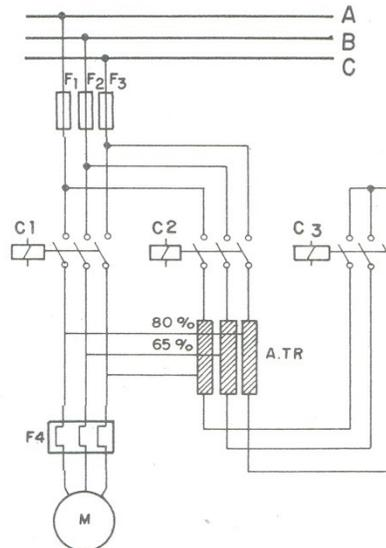

Figura 2 – Chave de partida B
- II. A figura 2 representa o circuito de principal (de potência) de uma chave compensadora.
- III. A figura 2 representa o circuito de principal (de potência) de uma chave série-paralelo.